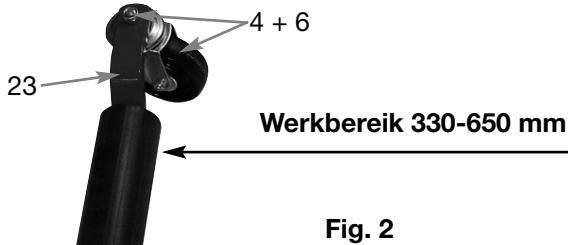

Fig. 2
3. Spreid de basispootconstructies ver genoeg uit elkaar zodat ze over de band heen kunnen lopen (**Fig. 2**).